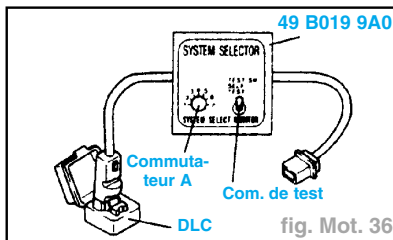

fig. Mot. 36
- En cas d'utilisation du sélecteur de système pour activer le mode de test, procéder comme suit (fig. Mot. 36) :